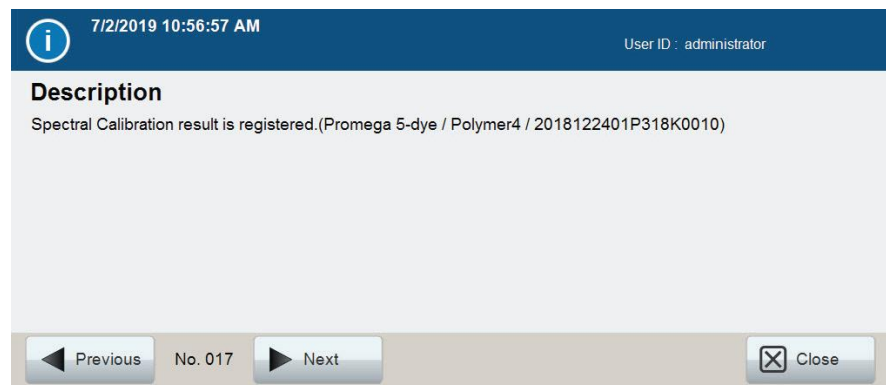

図 116 Operation Details 画面
3. リストから特定の操作ログを選択し、画面下の Details（操作ログを選択するとアクティブになります）を選択すると、選択したログの詳細（図 116）を確認できます。